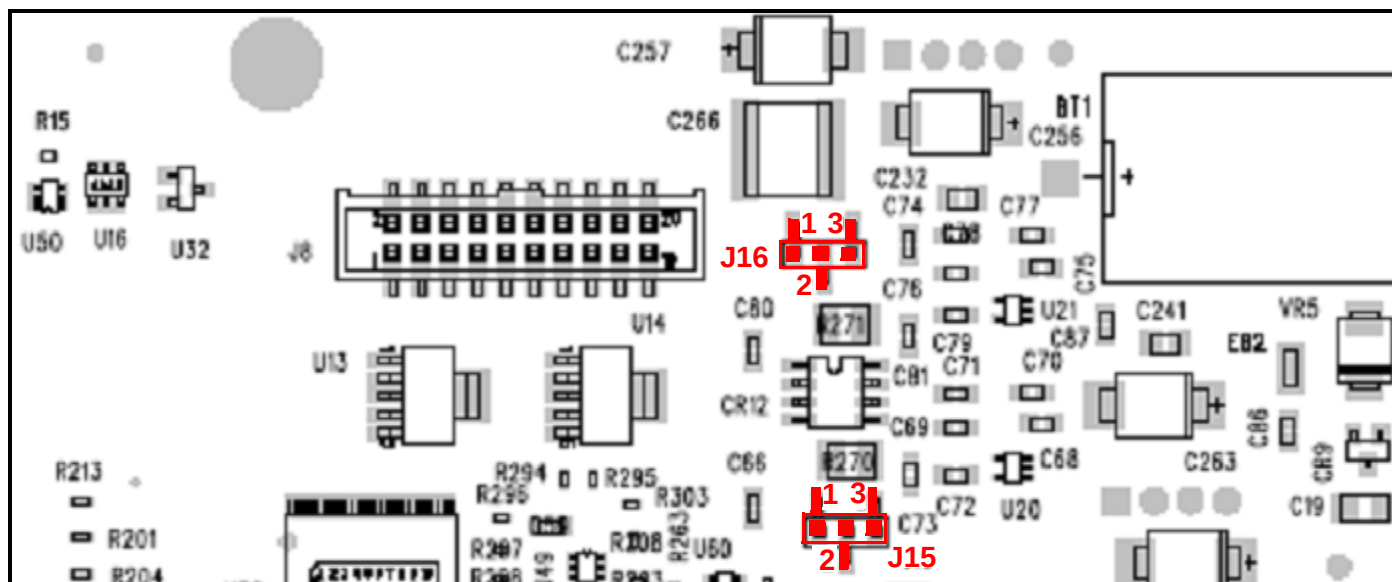

Figura 8: Terminação de Modo RS-485 - Instalação de Jumpers em J15 e J16, Pinos 1 e 2
- b. Usando alicates de bicos longos, mova os jumpers J15 e J16 dos pinos 2 e 3 (definição padrão da fábrica) para os pinos 1 e 2 (veja Figura 8 na página 15). O J16 é a terminação para a porta 1 e o J15, a terminação para a porta 2. Também é recomendável que precauções básicas contra descarga eletrostática, como pulseiras antiestáticas, sejam adotadas para este procedimento.